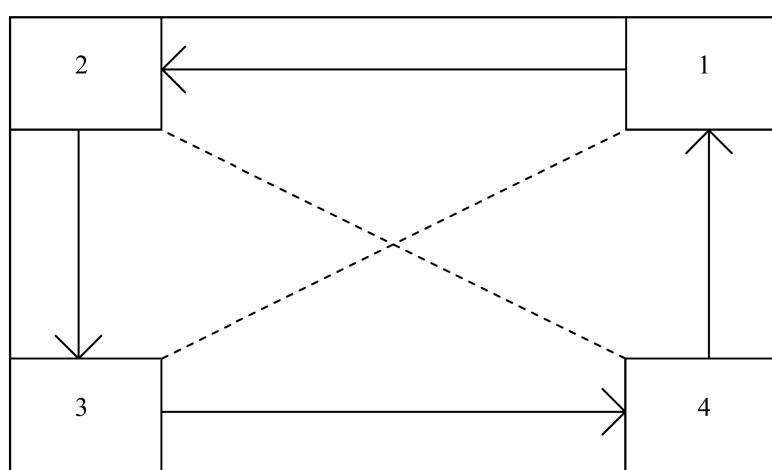

Рис.7.1. Рекомендуемая последовательность нагрузки углов.
7.1.5 Произведите замеры по углам платформы, визуально разделив её на четыре части (рис.7.1) поочередно нагружая каждый датчик калибровочным грузом не более (1/3÷1/2) НПВ, устанавливая груз на соответствующие секторы платформы, соблюдая точность установки груза на каждый датчик.